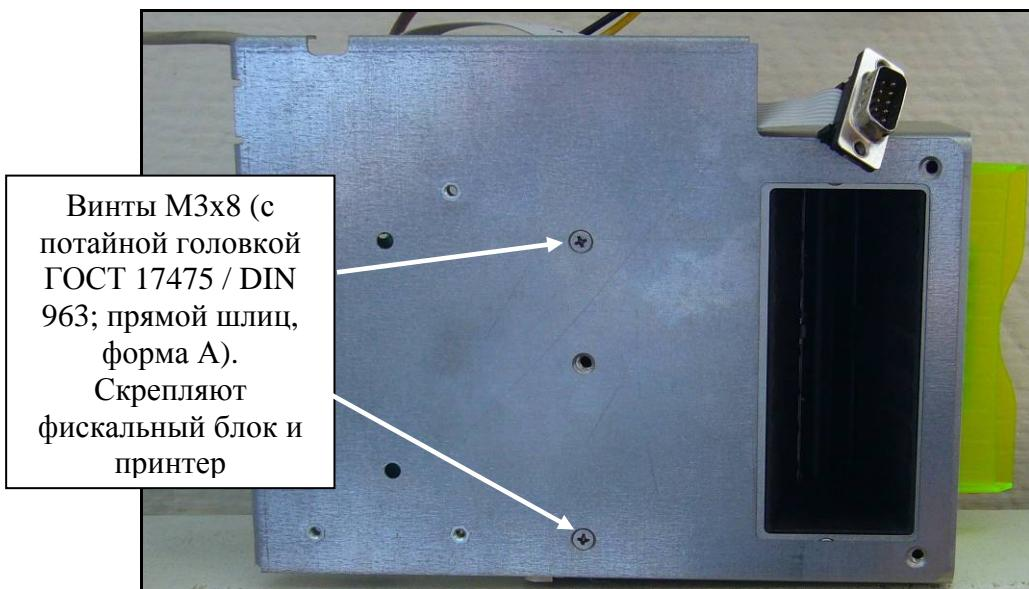

Рисунок 18 – Крепление фискального блока к принтеру.
- 4.6. Закрутите двумя винтами M3x8 (с потайной головкой ГОСТ 17475 / DIN 963; прямой шлиц, форма А) получившуюся конструкцию (см. рис. 18).